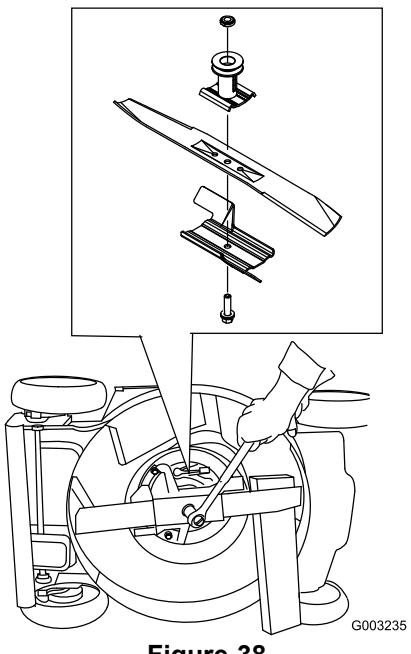

Figure 38
- Immobilisez la lame avec un morceau de bois (Figure 38).